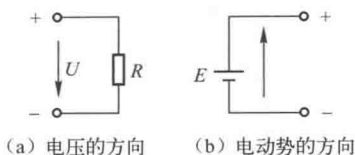

图1-4 电压和电动势的方向
(4) 电压的方向: 由高电位指向低电位, 即从 “+” 极指向 “-” 极, 如图 1-4 (a) 所示。
(1) 电动势的符号： E 。
(2) 电动势的单位：伏（V）。
(3) 电动势的方向：由低电位指向高电位即“ $-$ ”极指向“ $+$ ”极，如图1-4（b）所示。